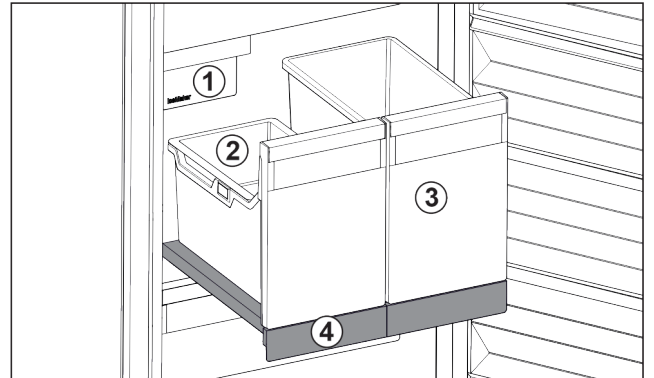

Fig. 117 Izvlačna ploča s IceTower
Na izvlačnoj ploči se nalaze dva visoka spremnika (IceTower). U spremniku se skupljaju i spremaju Fig. 117 (2) kockice leda iz IceMaker. Spremnik Fig. 117 (3) je prikladan za čuvanje visokih namirnica kao što su pizza ili alkoholna pića. Izvlačna ploča s IceTower montirana je na staklenoj ploči s izvlačnim vodicama. Izvlačnu ploču možete rastaviti radi čišćenja.